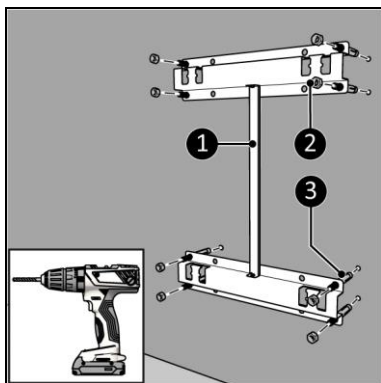

Figura 8
1. Amplasați suportul de perete, cu deschiderile suportului către față și marcați cele opt găuri (Figura 8).
3. Fixați bolțurile de ancorare (Figura 8, poz. 3).
4. Fixați suporturile de perete (Figura 8, poziția 1) cu opt șuruburi (Figura 8, poziția 2).